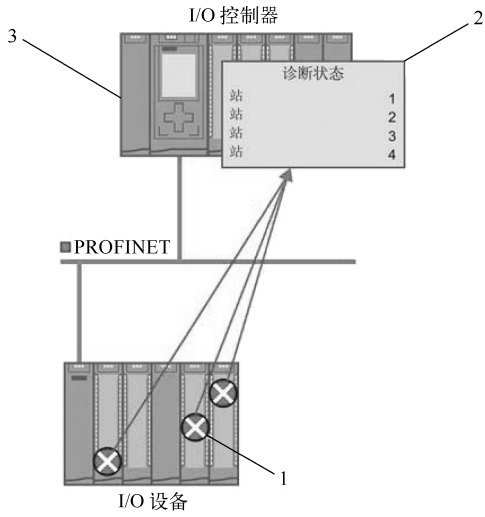

图 7-46 通过 OB 82 和指令“RALRM”进行诊断
2) 评估中断：在调用错误 OB（OB 82）时，该 OB 的启动信息中提供了有关错误原因和位置的信息。可以使用指令“RALRM”（读取更多中断信息）在错误 OB 中获取有关错误事件的详细信息，如图 7-46 所示。